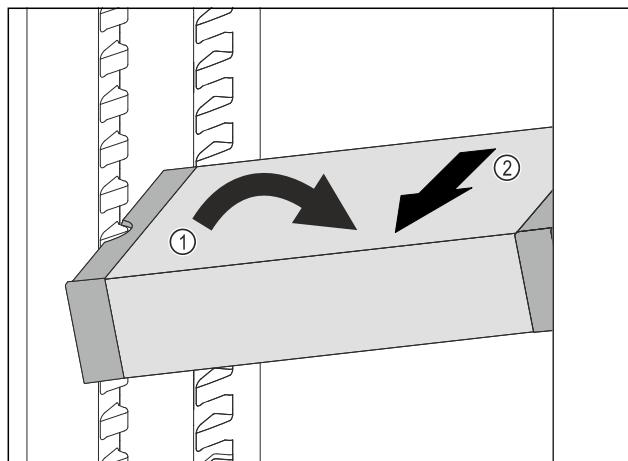

Fig. 69
- Встановити VarioSafe під кутом в охолоджувальному відділенні. Fig. 69 (1)
- Витягнути VarioSafe вперед. Fig. 69 (2)